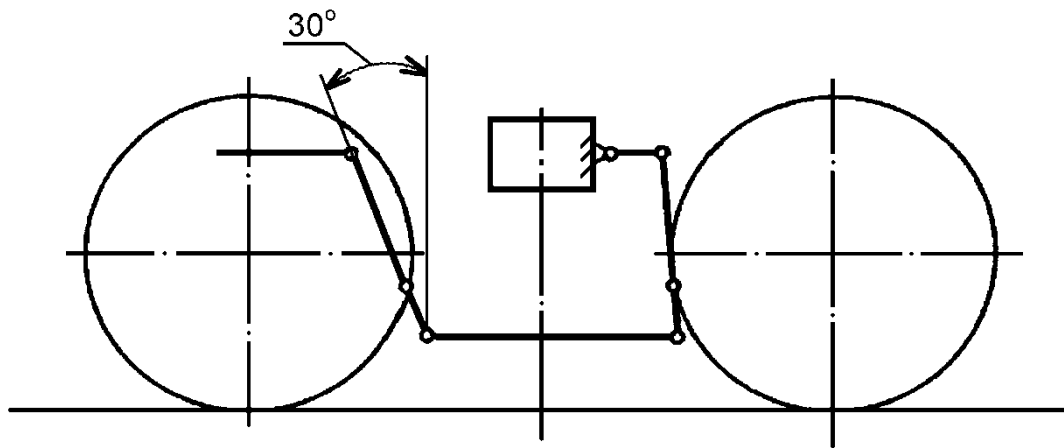

Рисунок 2
*(рисунок 2). Не допускается касание оси колесной пары вертикальным внутренним рычагом.*